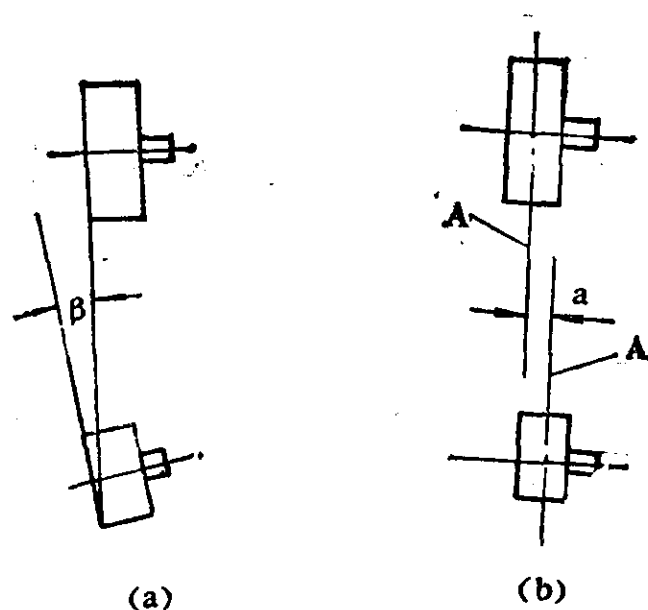

图 3-2-3 每对皮带轮的位置偏差图
1) 电动机轴应平行于减速器皮带轮轴，其平行度偏差(见图 3-2-3)不应大于 0.5‰。
2) 两轮的轮宽中央平面应在同一平面上，其偏移 a (见图 3-2-3) 应小于 1 毫米；
(9) 找平后对预留地脚螺栓孔进行二次灌浆，待混凝土强度达到设计要求时，应再次紧固地脚螺栓。地脚螺栓应符合下列要求：